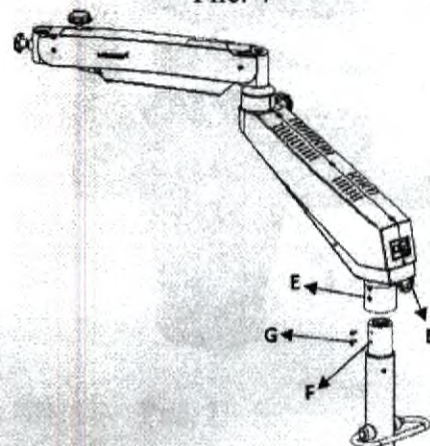

Рис. 5
- а. Проверьте, чтобы ручка блокировки поворотного плеча (D) была ослаблена
- б. Установите блок плеча на вал (F)
- в. Сопоставьте три отверстия (E) с отверстиями вала (F)
- г. С помощью ключа 4 мм затяните 2 винта М6×16 (G). См. рисунок 5.